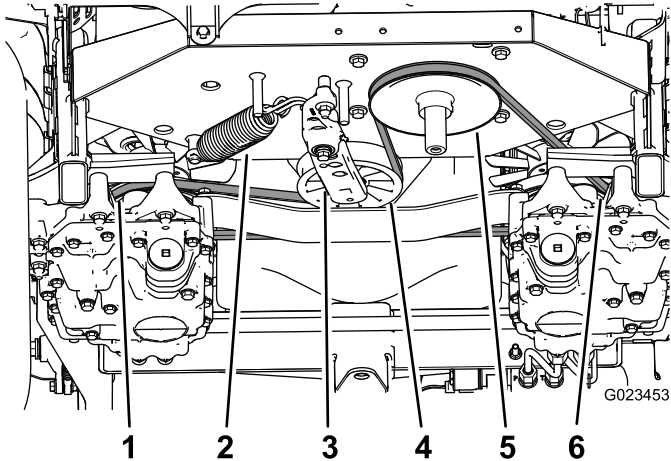

Figura 57
- Presione con una llave de carraca en el taladro cuadrado del brazo tensor para contrarrestar el muelle tensor (Figura 57), y retire la correa de la polea tensora.
- Desenganche el muelle tensor del brazo tensor y del bastidor (Figura 57).
- Instale el muelle en el brazo tensor y en el bastidor (Figura 57).